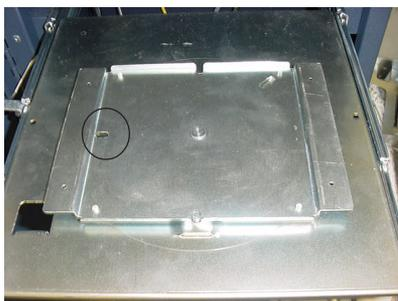
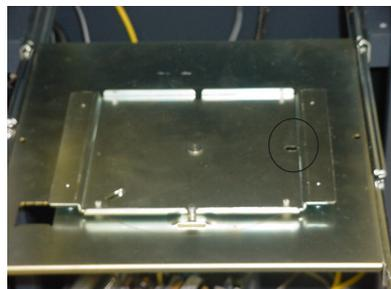

Figura 2. Soporte giratorio en posición de servicio del cartucho. Observe que el agujero de la placa está a la izquierda.
Figura 3. Soporte giratorio en posición de funcionamiento. Observe que el agujero de la placa está a la derecha.
4. Abra el gabinete de seguridad y controle la posición del soporte giratorio. El soporte giratorio debe estar en posición de servicio del cartucho para instalar correctamente el mecanismo dispensador. El soporte giratorio está en posición de servicio cuando el agujero de la clavija de bloqueo de 90° está a la izquierda como se muestra en la Figura 2. Está en posición normal de funcionamiento cuando el agujero está a la derecha como se muestra en la Figura 3.